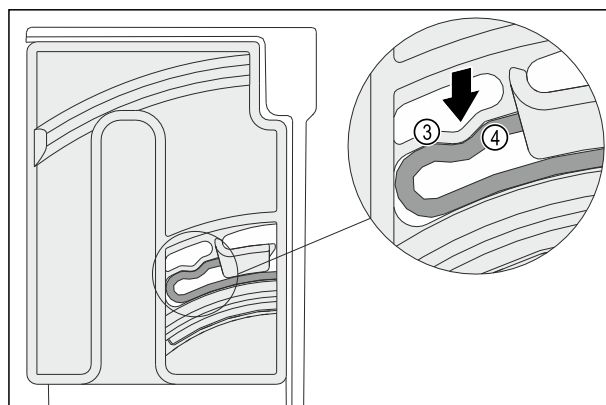

Fig. 128
- Vous entendrez l'élément élastique Fig. 128 (3) de l'unité de rotation s'enclencher dans la forme ronde de la nervure Fig. 128 (4).